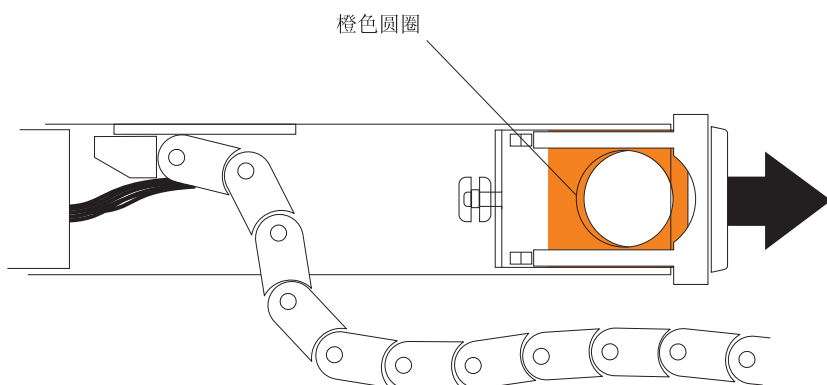

图 91. 连接到驱动器抽屉的水平安装支架
- d. 从驱动器抽屉断开右侧电缆链安装支架的连接。握住橙色手柄（请参阅图 91），然后将安装支架从驱动器机柜中完全拉出。卸下右侧电缆链。